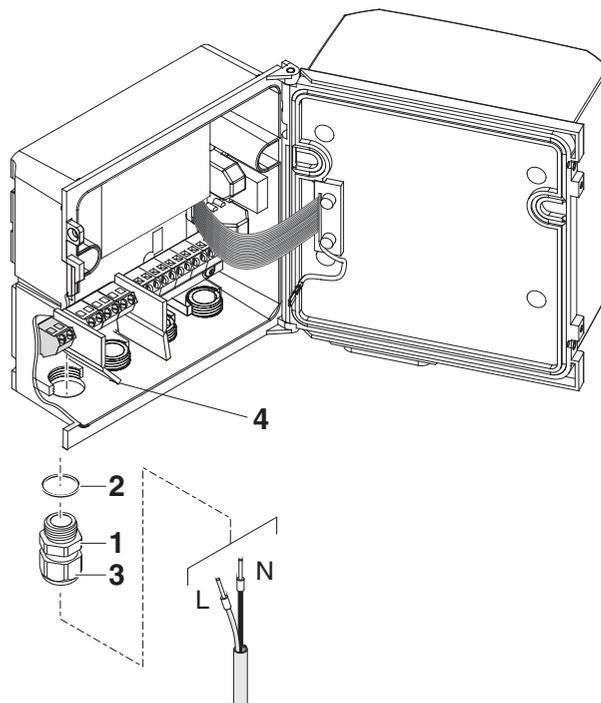

Fig. 3-13 Inserimento della linea di alimentazione.
- 6 Avvitare il pressacavo (pos. 1, nella Fig. 3-13) con la guarnizione di tenuta (pos. 2) nell'involucro sotto il collegamento dell'alimentazione.
- 7 Allentare l'anello di accoppiamento (pos. 3).
- 8 Fare passare il cavo di alimentazione nell'involucro attraverso il pressacavo. Durante questa procedura piegare il divisorio flessibile (pos. 4) verso destra.
- 10 Stringere il dado (pos. 3, Fig. 3-13).